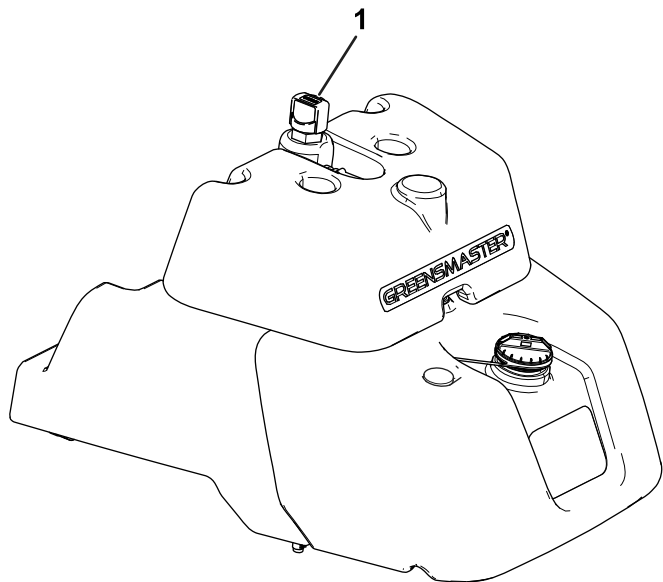

図 43
- メインの油圧オイルタンクに油量確認窓がついていない場合は、リークディテクタのタンク上部にあるディップスティックを探し出し 図 43 ステップ 3 に進んでください。